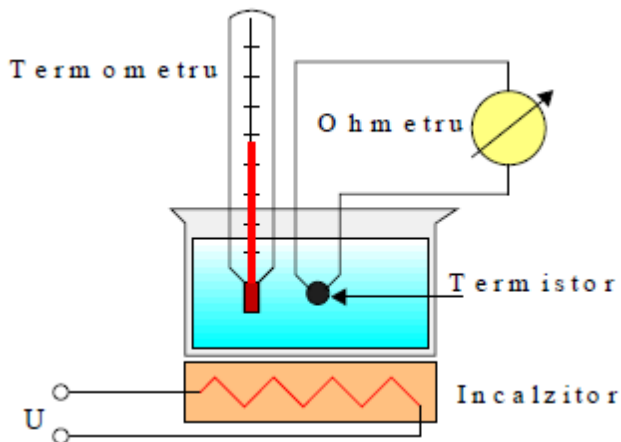

Fig. 4.
Semiconductorul (termistorul) se găsește într-un vas cu apa iar temperatura din interior se modifică cu ajutorul încălzitorului și se măsoară cu un termometru. Rezistența electrică a termistorului se măsoară cu un ohmetru (Fig. 4).
- i. se urmărește realizarea montajului electric redat în fig. 4.;